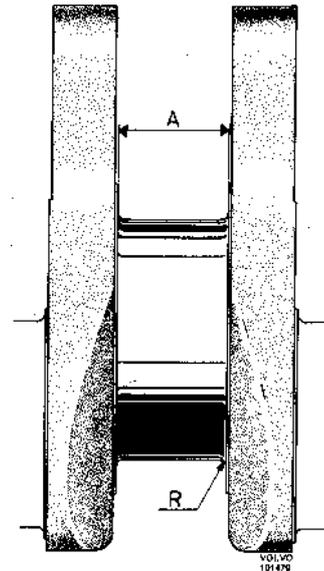

Fig. 53. Largeur de portée de palier-pilote
2. Veiller à ce que les rayons des congés (« R » figure 53) de passage des tourillons au bras de manivelle soient de 3,75 à 4,00 mm. Vérifier avec un calibre à rayons.
3. La rectification du tourillon central exige une attention particulière quand il s'agit de la largeur de portée (figure 53).
Cote « A » figure 53 :